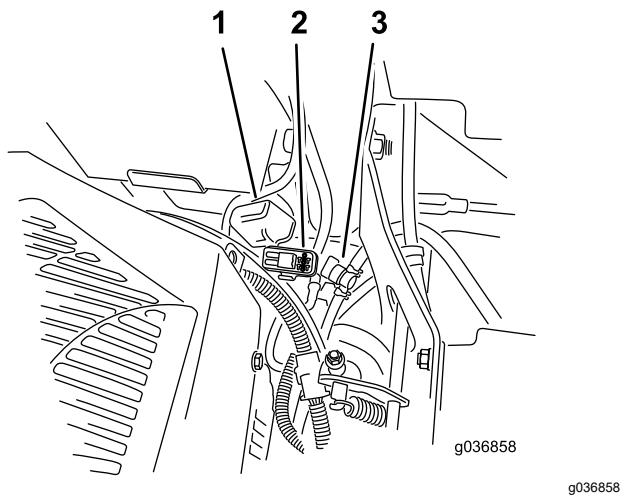

Figura 54
Os fusíveis encontram-se no lado direito da consola perto do banco (Figura 54).
2. Instale um novo fusível (Figura 54).